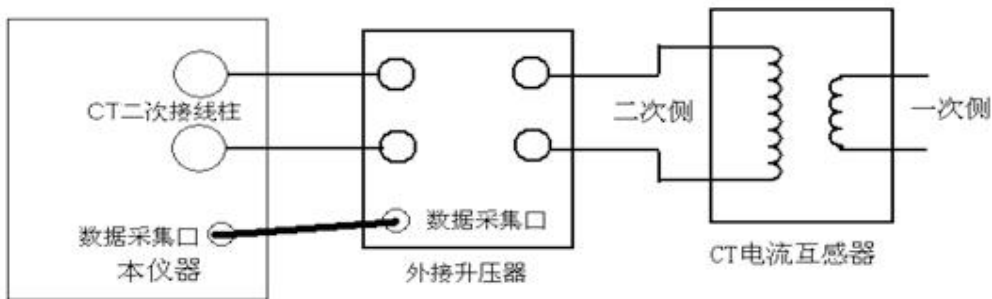

图 3.3 CT 伏安特性试验外接升压器试验
3. 外接升压器试验接线如图 3.3 所示，外接升压器使用选配的外接升压器进行伏安特性试验，在 CT 伏安特性试验设置界面中选择外接升压器试验，则会进入外接升压器试验环境，试验过程与操作和单机试验相同。